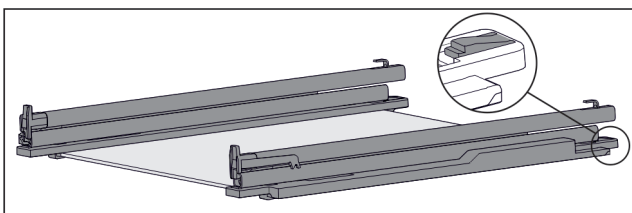

Fig. 116 Скляна пластина з рейками та деталями для підтримки
- ▶ Деталь для підтримки натиснути вниз (див. Fig. 116) і одночасно посунути рейку назад.